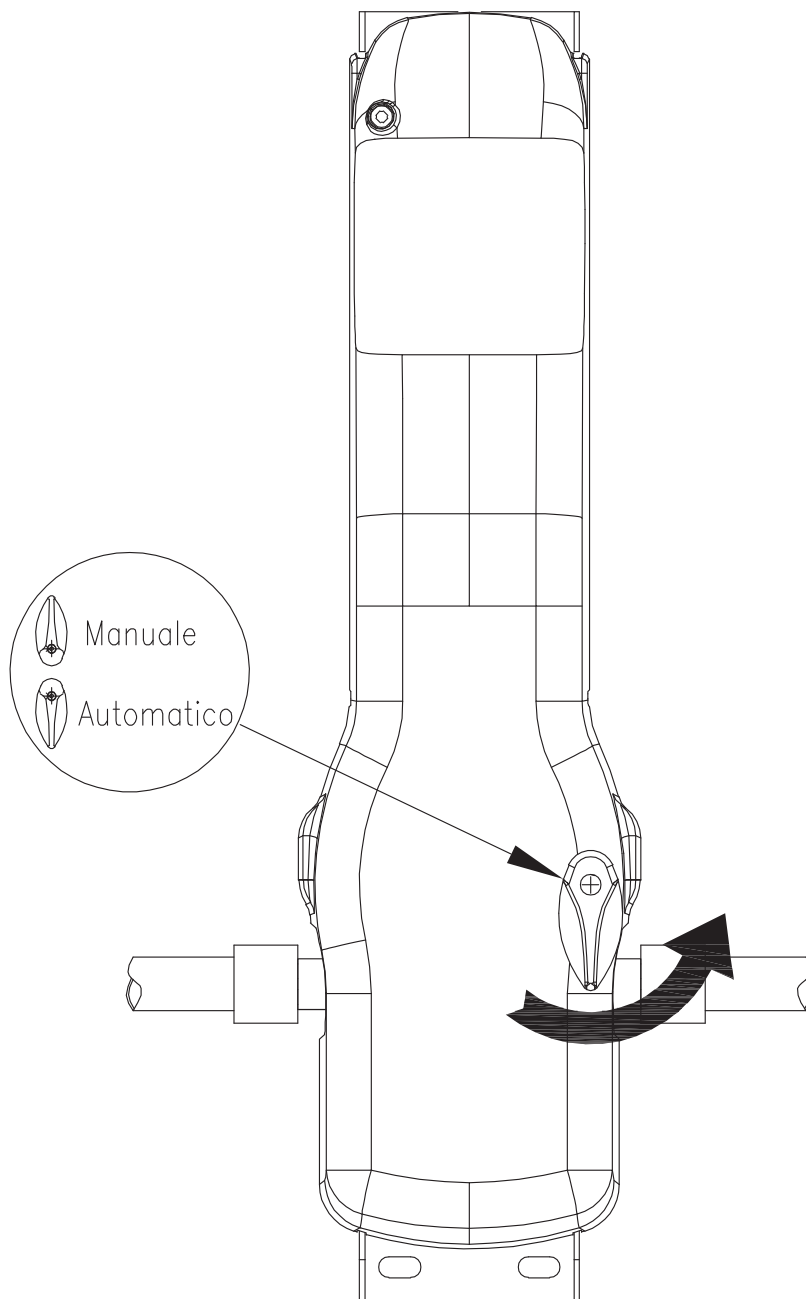

Fig.12
1. Sbloccare il motoriduttore (Fig. 12).
8. Riportare il motoriduttore in funzionamento automatico (fig.12).
1. Débrayer l'opérateur (Fig. 12).
8. Reporter l'opérateur en fonctionnement automatique (fig.12).
1. Desbloquee el motorreductor (Fig. 12).
8. Ponga de nuevo el motorreductor en ciclo automático (fig.12).
1. Release the gearmotor (Fig. 12).
8. Put the gearmotor back to automatic operation (fig.12).
1. Den Antrieb entriegeln (Abb. 12).
8. Den Antrieb auf Automatikbetrieb stellen (Abb. 12).
1. Ontgrendel de reductiemotor (afb. 12).
8. Breng de reductiemotor terug in automatische werking (afb.12).
Questa operazione si ottiene ruotando in senso antiorario la leva di sblocco (Fig. 12) ed agendo manualmente sulla basculante.
Cette opération s'obtient en tournant dans le sens inverse des aiguilles d'une montre le levier de débrayage (Fig. 12) et en agissant manuellement sur la porte basculante.
Dicha operación se obtiene girando en el sentido antihorario la palanca de desbloqueo (Fig. 12) y moviendo manualmente la puerta basculante.